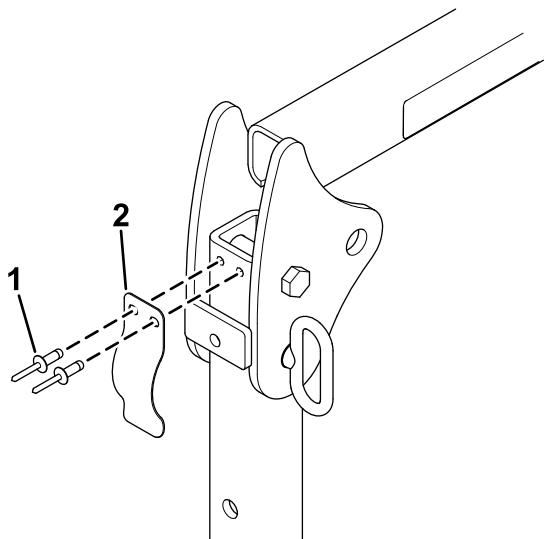

Рисунок 22
- Передвинув защитную дугу в нижнее положение, снимите пластиначатую пружину фиксации (Рисунок 22) с каждой стороны защитной дуги.